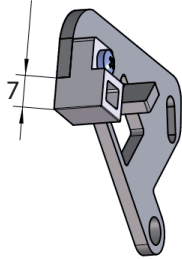

Abbildung 1
- 3-5 mm: Abdeckkappe nach Abbildung 1 montieren (180° gedreht in Bezug auf Auslieferungszustand)